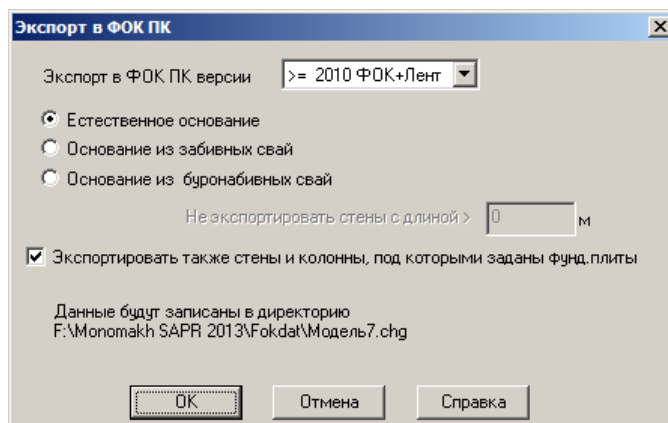

Рис.15.6.1. Окно диалога **Экспорт в ФОК ПК**
- В открывшемся окне диалога **Экспорт в ФОК ПК** (рис. 15.6.1) все параметры оставьте по умолчанию и щелкните на кнопке **ОК**.